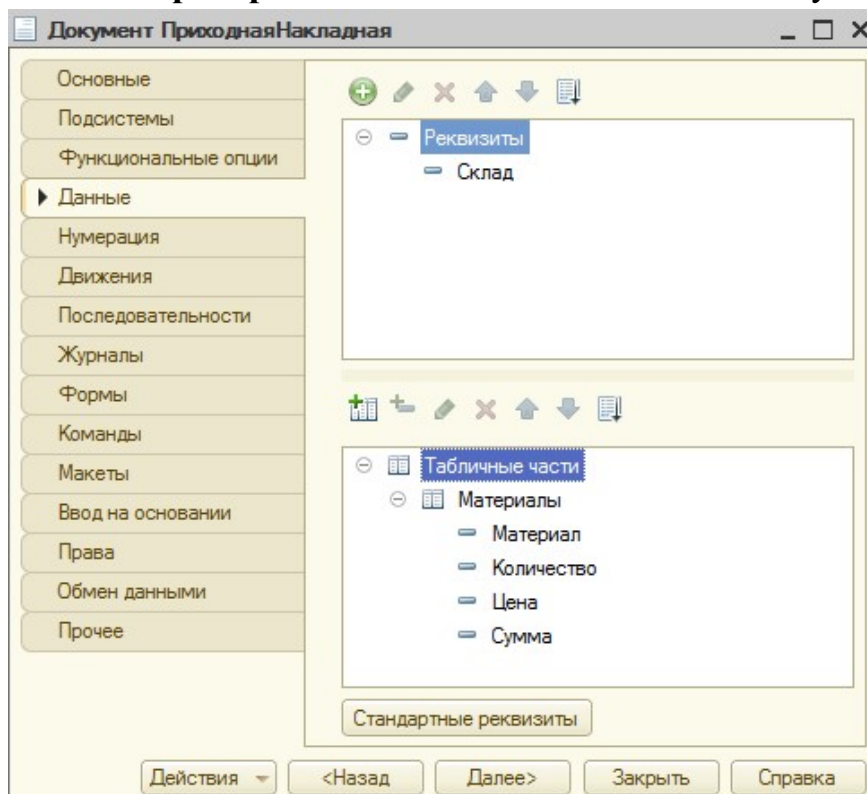

Рисунок 31 Создание документа «Приходная накладная»
- Добавьте к табличной части **Материалы** следующие реквизиты табличной части (рис. 31):